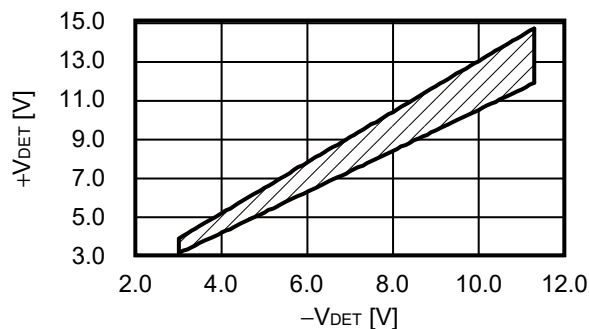

图3 解除电压可设领域
3. 可在满足以下条件的范围内设定解除电压 ($+V_{DET}$)。解除电压的设定范围如图3所示。